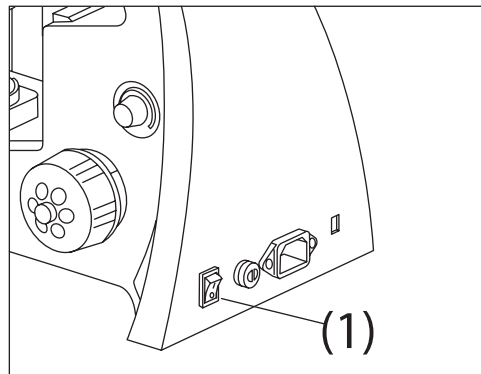
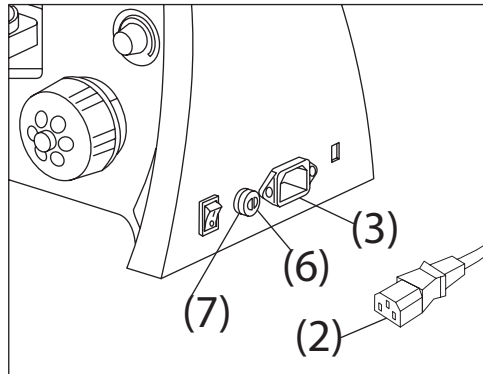

Figura 10.
Figura 13.
a) Coloque el interruptor principal (1) en la posición “O” (apagado) antes de conectar el cable de alimentación (Figura 10).
Recuerde colocar el interruptor principal (1) (Figura 10) en la posición “O” (APAGADO) y desenchufar el cable de alimentación antes de reemplazar el fusible. Gire el fusible (6) para extraerlo del portafusibles (7) con un destornillador plano, reemplácelo por uno nuevo y vuelva a colocarlo en su portafusibles (Figura 13).